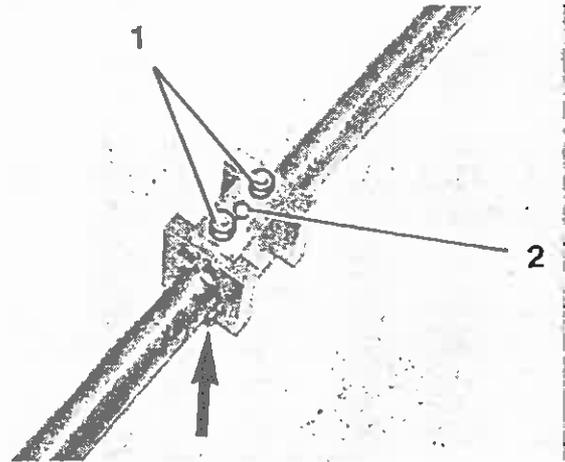

Bild 142
7. Befestigungsschrauben (Bild 142/1) des Gleitsteins herauserschrauben, Kegelstift (Bild 142/2) heraustreiben und Gleitstein von der Hüllenstempelstange abziehen.
Gleitstein einfetten und so auf die Hüllenstempelstange aufschieben, daß die Seite mit den Befestigungsschrauben (Bild 142/ Pfeil) zum Hüllenstempel weist.